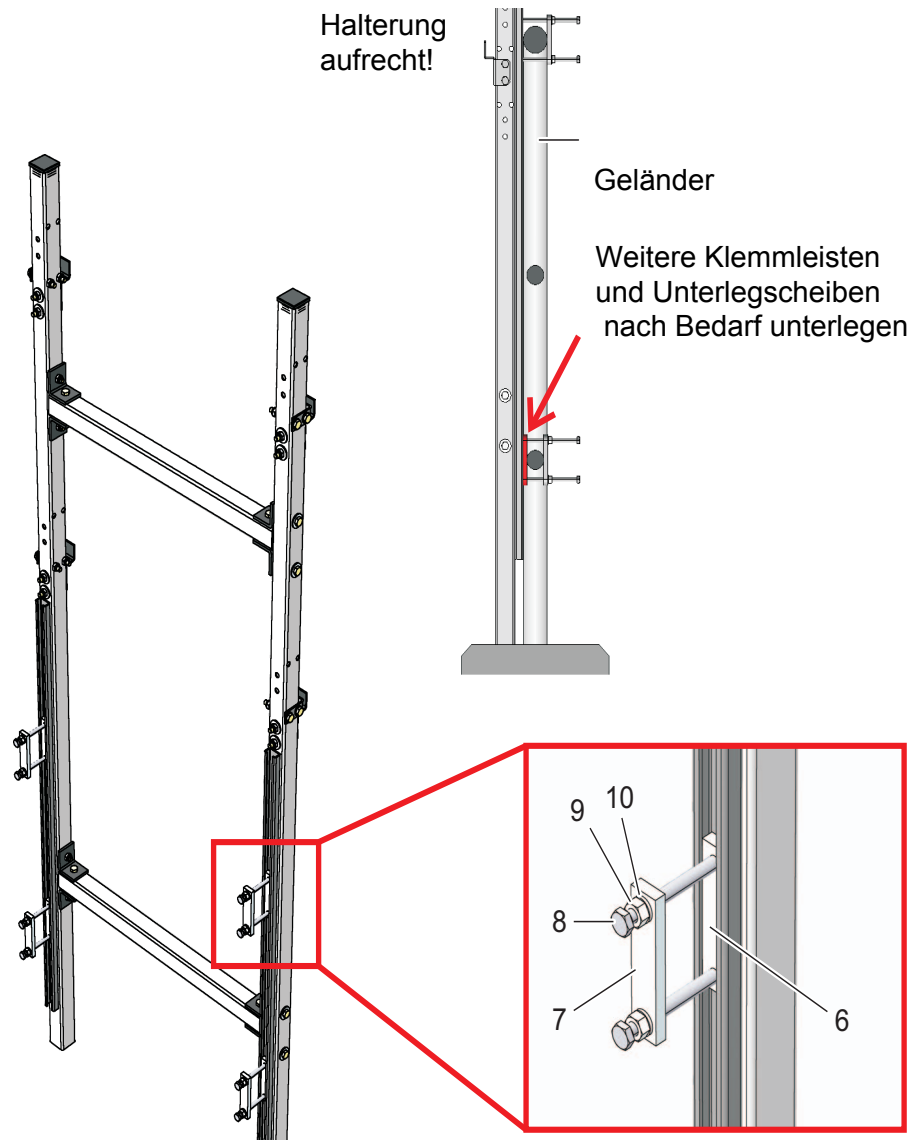

Abb. 3-9: Geländerhalterung am Geländer montieren
- 5** Befestigen Sie die Geländerhalterung mit Hilfe der vier Klemmvorrichtungen an zwei geeigneten horizontalen Geländerrohren. Jede Klemmvorrichtung besteht aus Nutenleiste (6), Klemmleiste (7), zwei langen Sechskantschrauben (8), zwei Muttern (9) und zwei Federringen (10). Passen Sie die Klemmvorrichtungen an die Geländerrohre an. Zum Ausgleich unterschiedlicher Durchmesser von oberem und unterem Geländerrohr liegen dem Bau-satz 2 weitere Klemmleisten und 8 Unterlegscheiben mit 2 mm Dicke bei. Legen Sie diese Hilfsmittel Bedarf wie in Abb. 3-9, 34 gezeigt zwischen Geländer und Tragrohren ein, so dass die Geländerhalterung senkrecht steht. Beachten Sie, dass beide Tragrohre auf dem Boden stehen müssen!